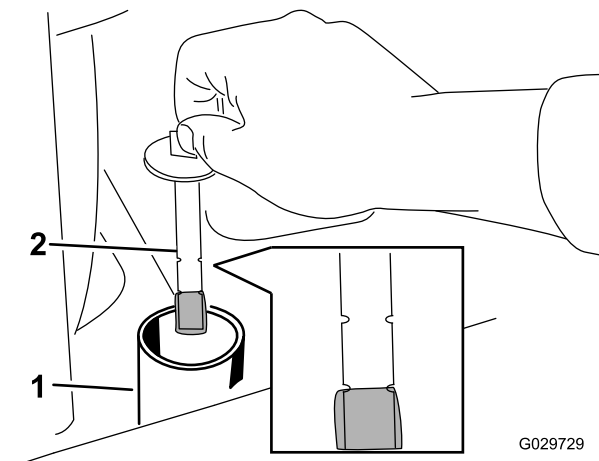

Рисунок 28
8. Снимите крышку с горловины заливного отверстия и проверьте уровень гидравлической жидкости с помощью щупа (Рисунок 28).